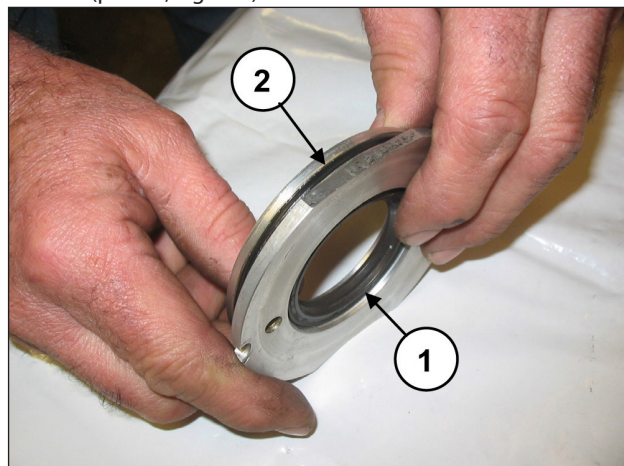

Fig. 141
Substitua a junta de óleo (pos. ①, Fig. 141) e o anel O-ring externo (pos. ②, Fig. 141).